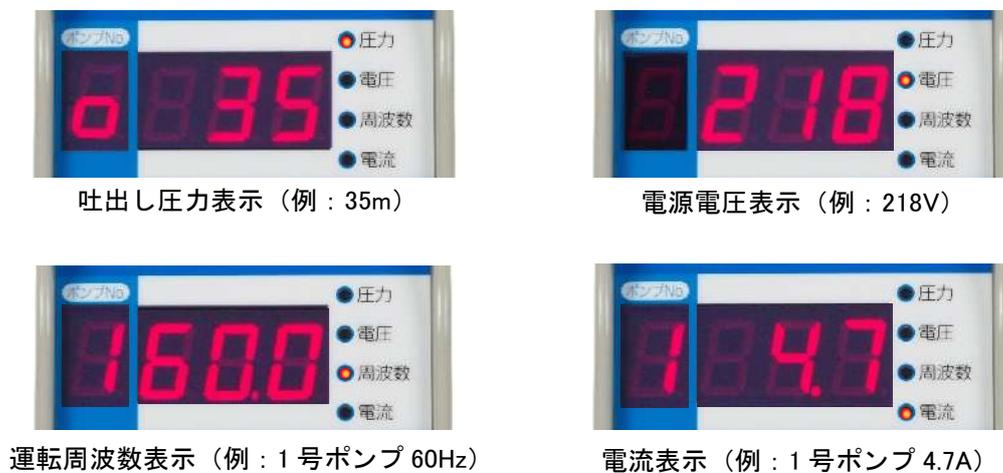

図24 表示内容LEDによる表示例
表示内容LED	・7セグメントLEDに表示されている内容に合わせて点灯します。(赤色) 圧力値・電源電圧値・運転周波数値(ポンプ毎)・電流値(ポンプ毎)を、表示します。(図24参照)
- ・表示内容の切替えは、**表示切替** ボタンを押します。表示内容については、表示内容LEDおよび7セグメントLEDのポンプNo.によって、確認することができます。（図24参照）